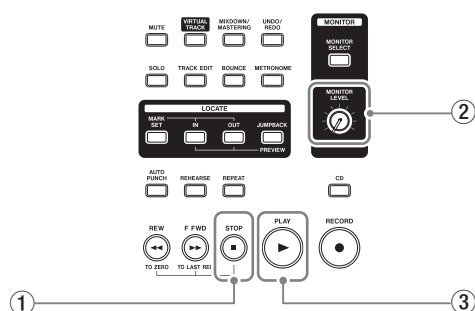

Fig 23
3-9-1 Press the **PLAY** [▶] button (Fig. 23-③) to start playback of the track selected on the **CD PLAY/IMPORT** screen.
Turn the **MONITOR LEVEL** knob on the right side of the top of the main unit (Fig. 23-②) to the right, and use the headphones to confirm that the track is playing back.
At this time, confirm that the access indicator on the front of the CD drive is lit or blinking and that the level meters (Fig. 23-⑤) on the **CD PLAY/IMPORT** screen (Fig. 23-④) are moving.
3-9-2 Press the **STOP** [■] button (Fig. 23-①) to stop playback.
Press the **F3** button, which corresponds to the [▲] icon (Fig. 23-⑥) at the bottom right of the **CD PLAY/IMPORT** screen, and remove the CD-RW disc from the CD drive.
3-9-1 **PLAY**[▶] ボタン(Fig23-③)を押して、**[CD PLAY/IMPORT]** リスト画面で選択したTRACKを再生する。
本機上面右側の**MONITOR LEVEL**ノブ(Fig23-②)を右に回し、ヘッドホンで曲の再生を確認する。
その際、CDドライブ前面のアクセスランプの点灯・点滅と**[CD PLAY/IMPORT]** リスト画面(Fig23-④)のレベルメーター(Fig23-⑤)が振れていることを確認する。
3-9-2 **STOP**[■] ボタン(Fig23-①)を押して、再生を停止する。
**[CD PLAY/IMPORT]** リスト画面の右下の[▲]マーク(Fig23-⑥)に対応する**F3**ボタンを押して、CDドライブからCD-RWディスクを取り出す。